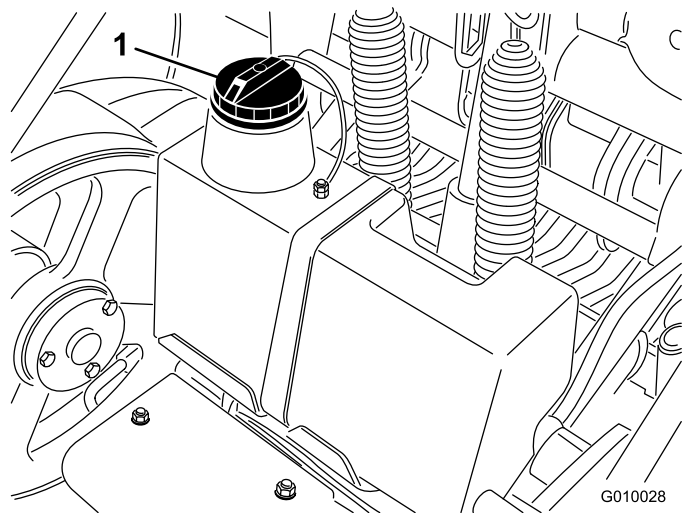

**図 60**
2. ベルトカバーのラッチを外し、カバーを取り外す 図 60。